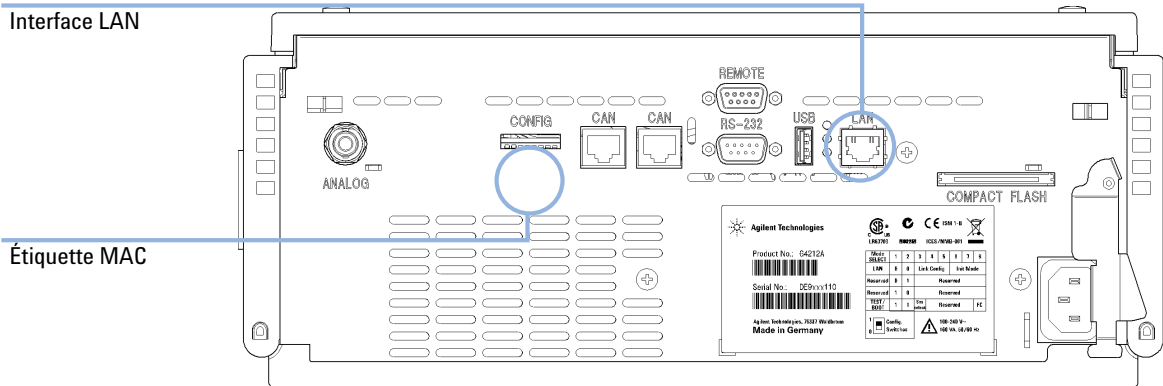

Figure 17 Emplacement de l'interface réseau et de l'étiquette MAC
- 1 Notez l'adresse MAC (Media Access Control) et conservez-la. L'adresse matérielle ou adresse MAC des interfaces réseau est un identificateur international unique. Aucun autre élément de réseau ne possède la même adresse matérielle. Vous trouverez l'adresse MAC sur une étiquette située à l'arrière du module, sous le commutateur de configuration (voir la Figure 17, page 56).
- 2 Connectez l'interface réseau de l'instrument (voir la Figure 17, page 56) à